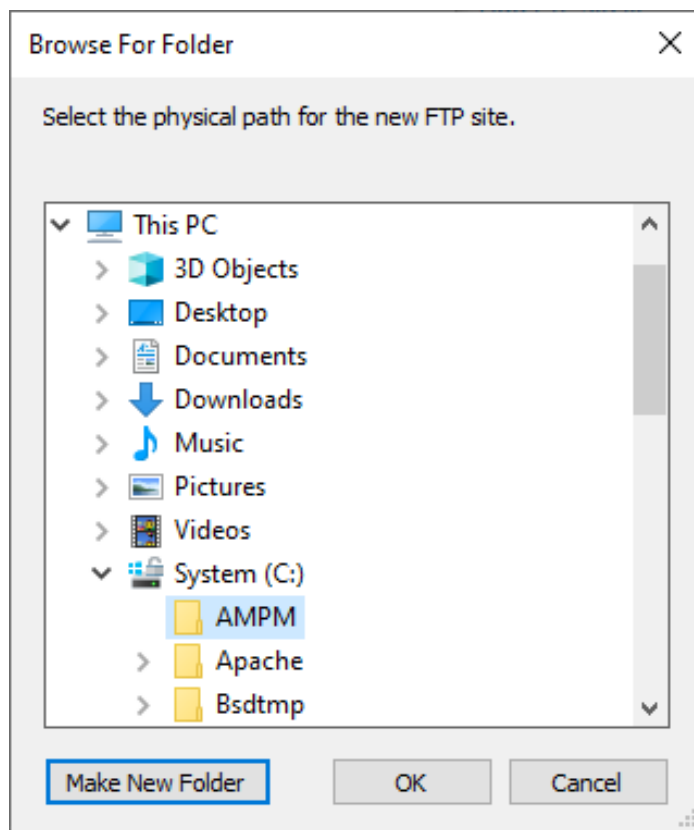

Imagen 35 Seleccione una carpeta válida
4. Seleccione una carpeta para la conexión con la máquina RenAM 500. Los archivos de AMPM se cargan en esta carpeta (consulte la Imagen 35).